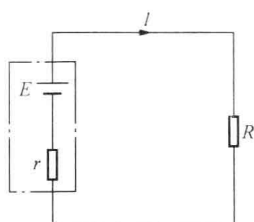

图 1-7 全电路欧姆定律电路图
(2) 全电路欧姆定律。电源与负载电阻 R 通过导线连接成一个闭合的回路，就构成完全的电路。在电源内部，可以分为电源电动势 E 和电源内部电阻 r 两部分，如图 1-7 所示。电源内部电阻 r 的值一般比外部负载电阻 R 的要小得多。